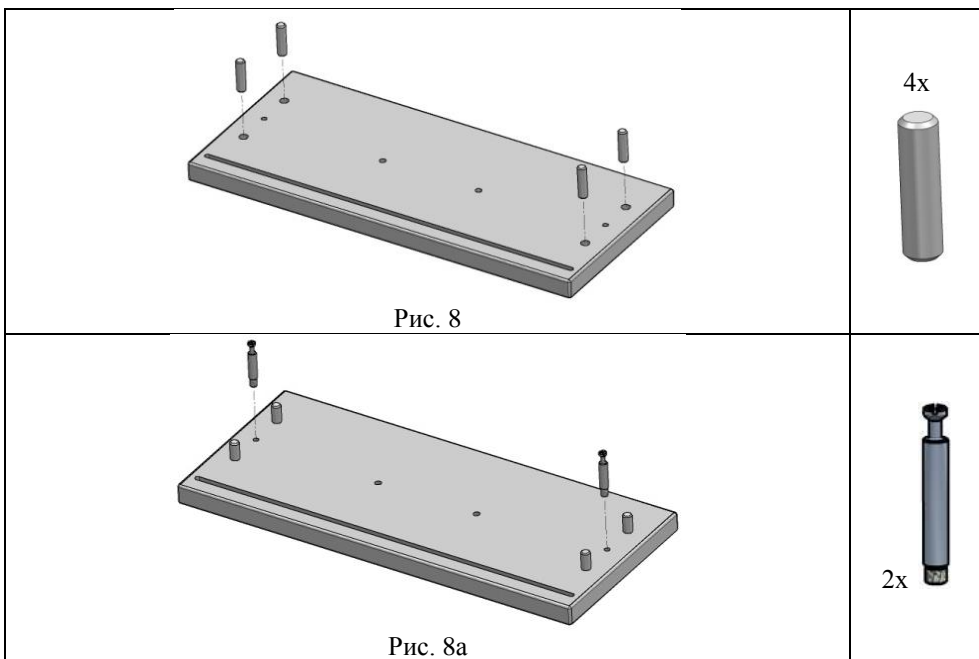

Рис. 8
5.2.1 В стенку переднюю (поз. 7) вставить шкантик мебельный 8x30 дер.(поз.6, пакет №127) (см. рис.8) и вкрутить шток эксцентрика саморез (поз.4, пакет №127) до упора в стенку переднюю (см. рис.8а).
Рис. 8а